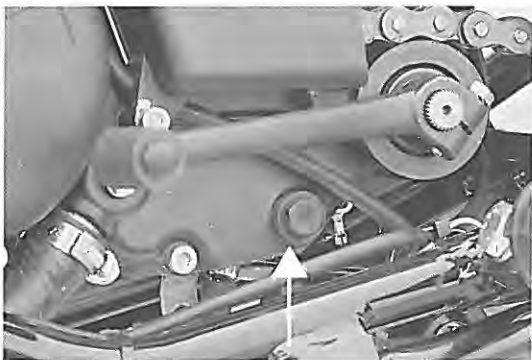

Fig. 12
- Svitare la vite di scarico posta sul carterino selettore cambio (**Fig. 12**)